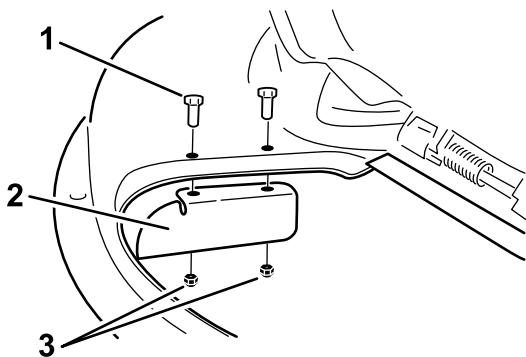

Figura 34
9. Instale o abafador de corte na plataforma do cortador (Figura 34).
3. Retire o abafador de corte da plataforma do cortador (Figura 34).